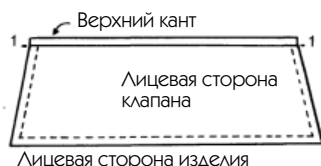

Рис. 516
У данного клапана (рис. 516) более «спортивный» вид, чем у следующего. Обычно необходимо выполнить на нем отделочную строчку, которую чаще всего делают по длине канта. Однако такая строчка во все не обязательна.
2. Между двумя готовыми кантами просуньте клапан до установленной границы (точки 1, рис. 516). Приколите булавками или приметайте.